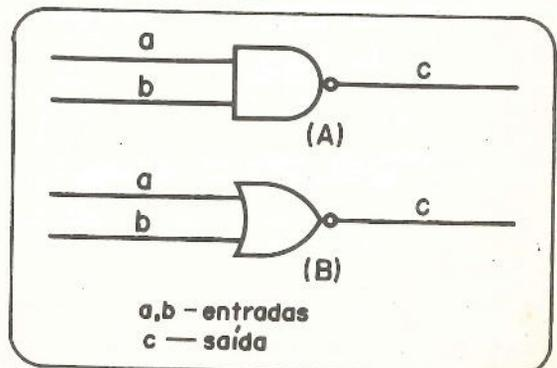

Figura 1 - Simbologia empregada para a representação das portas NAND - (A) - e NOR - (B).
Figura 1 - Ponto de localização da antena e pontos de localização dos alto-falantes no interior de um automóvel. Os detalhes são analisados nas figuras seguintes.
A figura 1 mostra a simbologia empregada, usualmente, na maioria dos casos para estas duas portas. Existem outras simbologias mais ou menos complexas, porém, as apresentadas são reconhecidas internacionalmente.
(1) Denomina-se corrente de entrada positiva à corrente que entra numa porta desde o circuito externo através de uma de suas entradas (a ou b - figura 1).
(2) Denomina-se corrente de entrada negativa a corrente que a porta envia ao circuito externo conectado a uma de suas entradas.